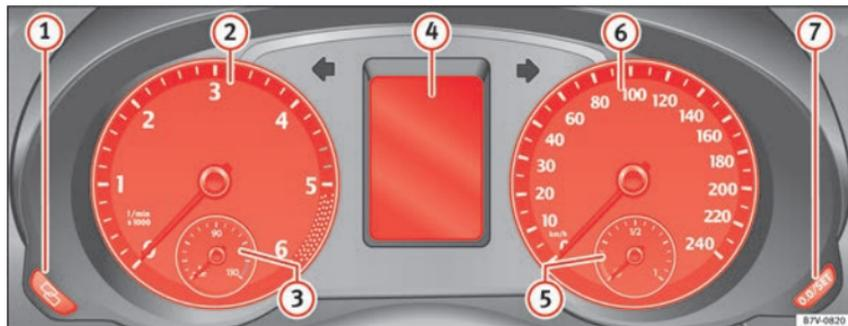

Fig. 117 Combiné d'instruments à l'avant.
Explications concernant les cadrans » fig. 117 :
① **Bouton de réglage de la montre**¹⁾.
- Pour continuer le réglage, appuyez sur la touche  » fig. 117 ⑦. Pour que les nombres défilent rapidement, maintenez la touche appuyée.
② **Compte-tours** (du moteur en marche, en milliers de tours par minute).
Le compte-tours vous offre, en plus de l'indication des vitesses, la possibilité d'utiliser le moteur de votre véhicule à un régime-moteur approprié. Le début de la zone rouge » fig. 117 du compte-tours représente le régime maximal autorisé du moteur à sa température normale de
L'écran du tableau de bord » **fig. 117**  affiche diverses informations en fonction de l'équipement du véhicule :
L'indicateur de maintenance s'affiche sur l'écran du tableau de bord » fig. 117 ④.